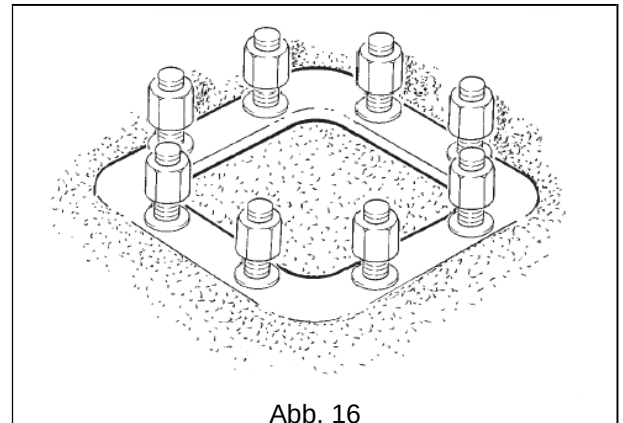

Abb. 16
- Den so vorbereiteten Rahmen in den Betonguss des Sockels einlassen und darauf achten, dass die obere Platte bündig mit dem Boden abschließt (Abb. 16). Die Gewinde der Ankerschrauben schützen, damit sie nicht beschädigt werden.